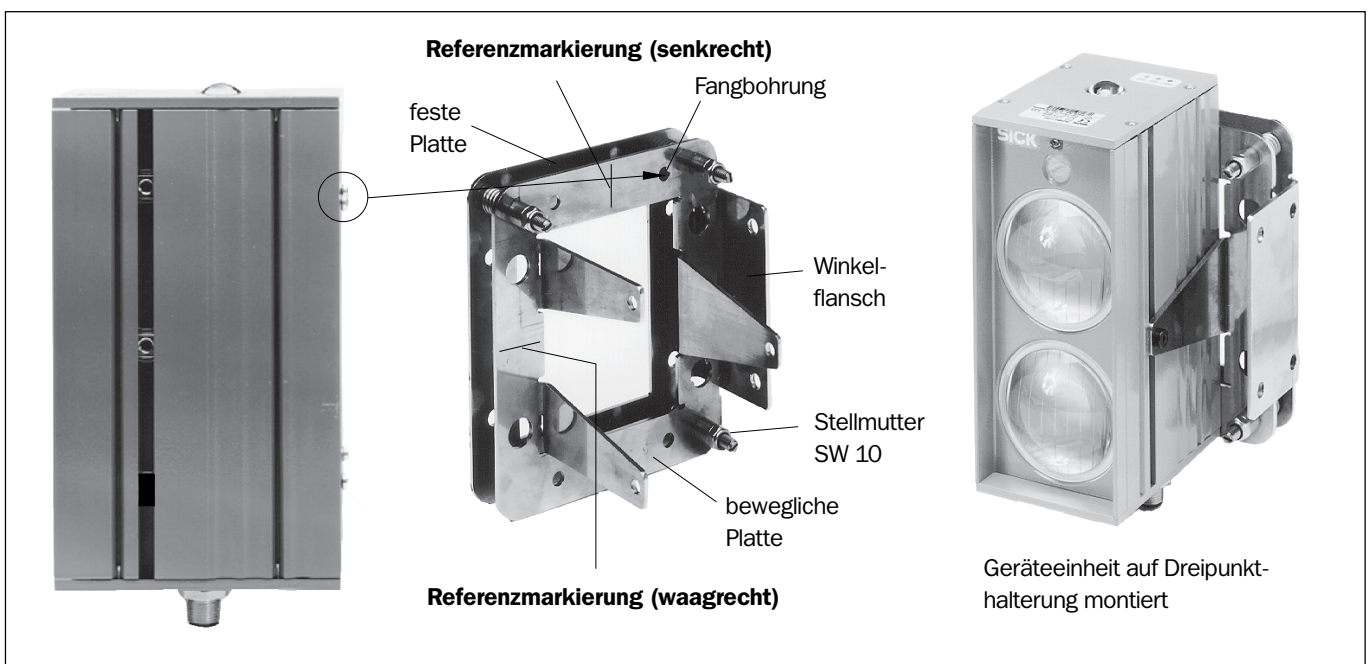

Abb. 4-3: Aufbau der Dreipunkthalterung
5. In jede Halterung eine Geräteeinheit einsetzen. Die beiden oberen, zum Gehäuse deckel (optische Justierhilfe) weisenden Schrauben auf der Geräte rückseite müssen jeweils so in die Fangbohrungen der beweglichen Platte passen, dass die Geräteunterseite (Stecker) bündig mit der Halterung abschließt (Abb. 4-3). Kontrolle: die Referenzmarkierung (waagrecht) muss genau auf der Höhe zw. den beiden Glaslinsen liegen.